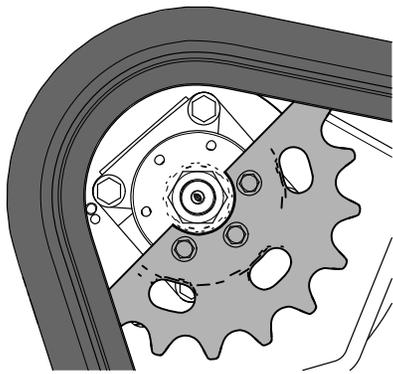

図 63
11. もう一枚のスプロケットハーフがクローラとの噛み合いを無くす位置まで機体を前進させる 図 63。